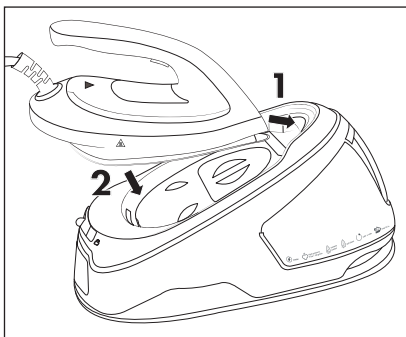

Fig. 7
- 3) Collocare il ferro da stiro a vapore **1** sulla superficie d'appoggio **17** inserendo per prima cosa la punta della piastra **4** nell'apertura presente sul bordo della superficie d'appoggio **17**. Poi poggiare l'apparecchio sulla superficie d'appoggio **17** (vedere fig. 7).